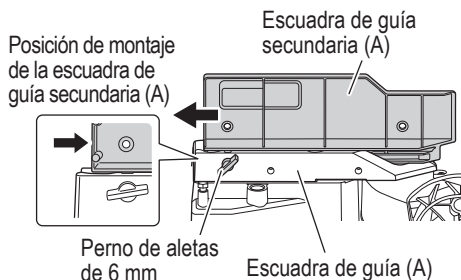

Fig. 19
Quando corte en bisel hacia la derecha, afloje el perno de aletas de 6 mm, luego deslice la guía auxiliar (A) hacia afuera y quitela, como se indica en la Fig. 19.
En el caso del corte en ángulo directo y el corte en ángulo a bisel izquierdo, deslice hacia adentro hasta alcanzar la posición donde la escuadra de guía secundaria (A) hace tope y fíjela con un perno de aletas de 6 mm (como se muestra en la Fig. 19).